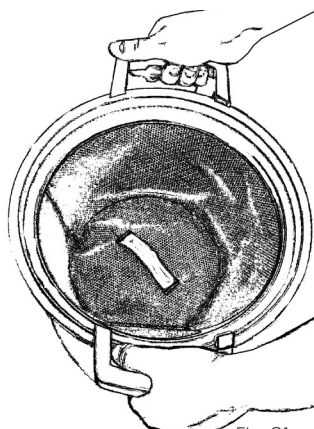

Fig. 21
3. Lad filteret sidde i beholderen. Ryst i stedet filteret let inden i beholderen, så støvet løsnes fra filteret og falder ned i beholderen, fig. 21.